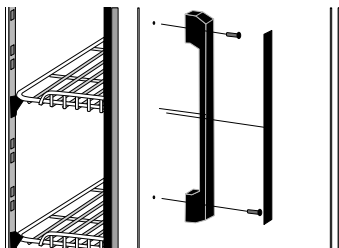

Fig. 3 Fixing the door grip
- I. Screw the door grip Fig.3 (p.16)